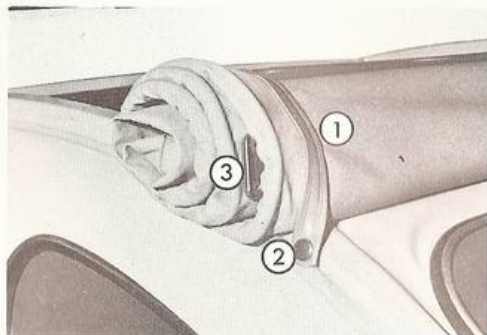

Fig. 29 - Apertura totale della cappotta
- Avvolgerla fino al lunotto posteriore e fissarla con le cinghie (Fig. 29, Rif. 1) ai bottoni a pressione (Rif. 2).